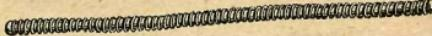

Рис. 11. Возвратно-боевая пружина
**Возвратно-боевая пружина** (рис. 11) служит для возвращения затвора в крайнее переднее